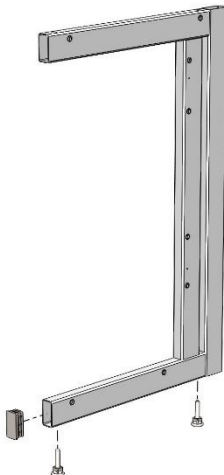

Рис. 1
1. Установить в боковины каркаса регулируемые опоры; вставить в нижние части боковин заглушки 60х30 (Рис. 1)